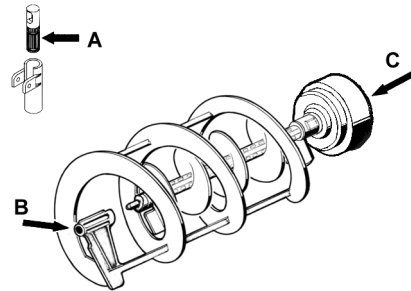

figura 10
**2** Lubrificare il pistone rubinetto, il raschiatore interno e quello esterno (nei punti A, B e C indicati in figura 10) utilizzando esclusivamente il grasso fornito dal fabbricante o altro grasso per uso alimentare.